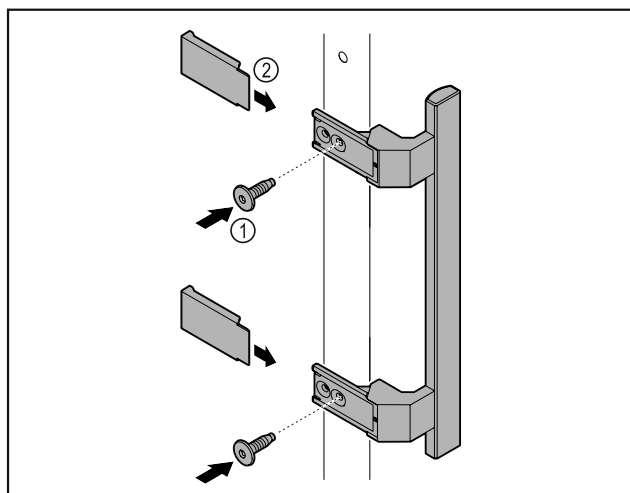

Fig. 6
- ▶ Fijar el tirador del empaque adicional a la puerta con los tornillos suministrados Fig. 6 (1).
- ▶ Colocar la cubierta Fig. 6 (2).